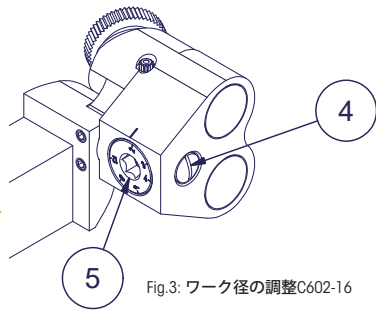
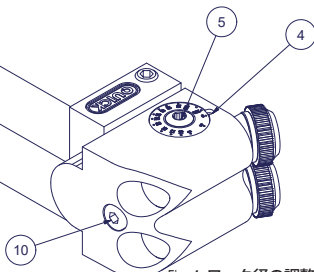

Fig. 3: ワーク径の調整 C602-16
Fig. 4: ワーク径の調整 C602-25
② 直径の調整
ナールホルダーの位置は、加工するワークの直径を調整するために調整する必要があります。このためには、クランプセグメント (図3-④、図4-⑩) を緩め、調整ねじ (図3-⑤、図4-⑤) を回転させます。設定した直径は、目盛りリングとインデックス・マーク (図3-⑤、図4-④) から読み取ることができます。その後、クランプセグメントを再び締め付けます。(図3-④; 図4-⑩)。
④ ワークにホイールを接触させ、手でワークを回転させ傷をつけます。ついた傷の形状が図4のAのようになっていることを確認してください。
進行方向の傷が強く当たる (涙形状) が正常です。図4のBのようになっている場合は再度ツールの取付を調整してください。